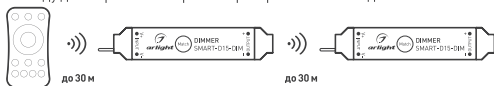

Рисунок 2. Ретрансляция сигнала от пульта ДУ (до 30 м на открытом пространстве)
- 3.7. Все диммеры автоматически ретранслируют сигнал от пульта ДУ или панели управления (рисунок 2). Расстояние между диммерами на открытом пространстве может достигать 30 м.